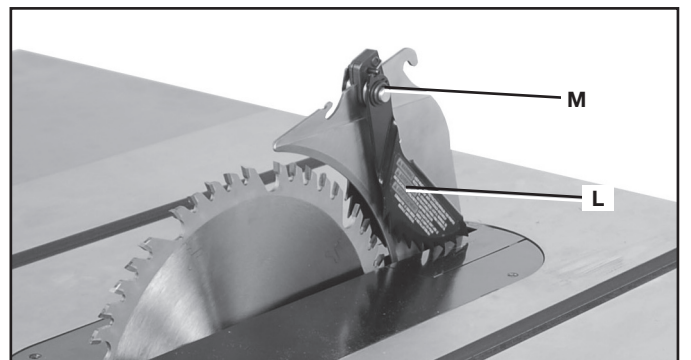

FIG. 11
2. Deslice el ensamblaje del dispositivo de antirretroceso (L) a lo largo de la parte superior del hendedor, hasta que el vástago (M), Fig. 11, encaje en la ranura de la parte superior del orificio de montaje.
3. Oprima el vástago (M) del ensamblaje del dispositivo de antirretroceso para permitir que el ensamblaje encaje en el orificio (K). Presione hacia abajo el ensamblaje del dispositivo de antirretroceso hasta que quede firme en su lugar y quede bloqueado.
4. **Para retirar el ensamblaje anti-rebote:** Presione sobre el vástago (M) Fig. 11 del ensamblaje anti-rebote y tire de él para separarlo de la cuchilla.